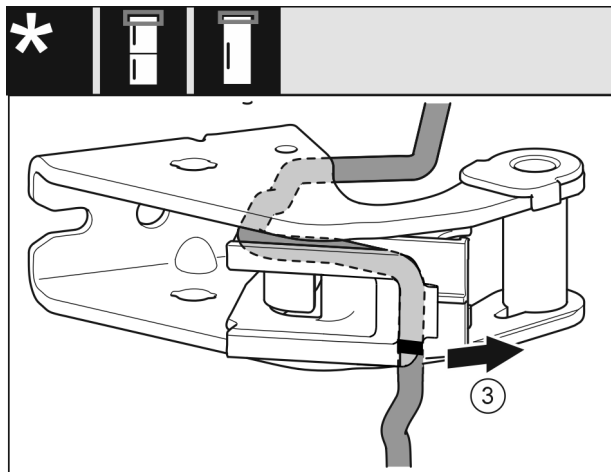

Fig. 27
- Démontez du support de palier le câble avec le support de câble. Fig. 27 (3)